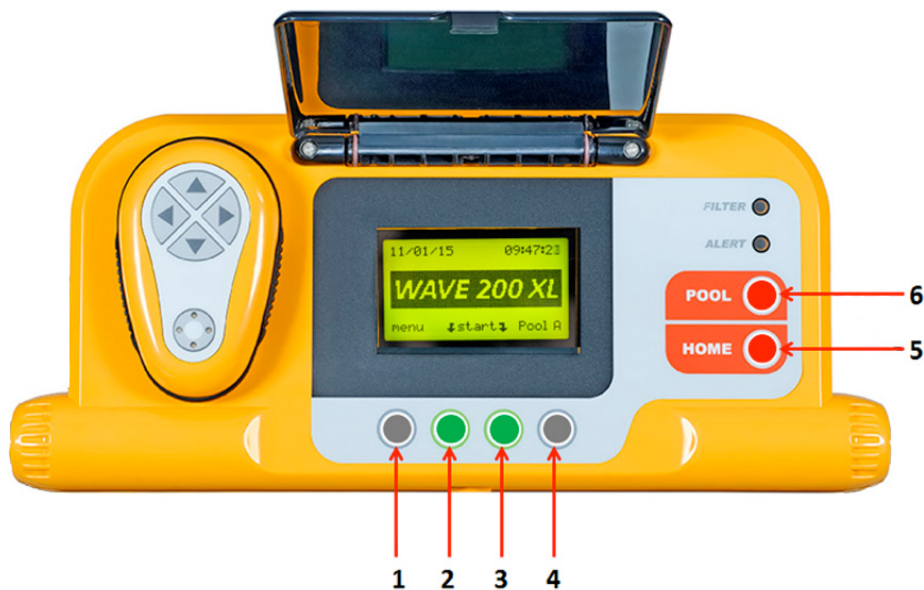

Abbildung 4: MMI Konsole
- In dieser Bedienungsanleitung bedeutet der Begriff **Auf Start** Drücken, gleichzeitig auf die zwei grünen Tasten auf der MMI Konsole (in Abbildung 4 mit 2 und 3 markiert) zu drücken.
- Die MMI Konsole ist mit einem Bildschirmschoner ausgestattet, der nach 5-minütiger Wartezeit erscheint. Drücken Sie auf die Tasten **POOL (SCHWIMMBAD)** und **HOME**, (in Abbildung 4 mit 5 und 6 markiert), um den Bildschirmschoner-Modus zu verlassen.
- Einige der Optionen in den MMI Menüs (Schwimmbadprofil-Einstellung) sind mit einem Code blockiert um zu verhindern, dass die Einstellungen aus Versehen geändert werden. Die Codefolge zum Freischalten dieser Optionen lautet: **3, 2** und **1** (Abbildung 4).
- **Alert (Alarm):** Diese Alarm-Leuchtdiode leuchtet auf, wenn ein Fehler aufgetreten ist, der die Funktion des Roboters beeinträchtigt. In solchen Fällen müssen Sie den Roboter überprüfen, um das Problem zu lokalisieren. Wenn das Problem behoben werden kann, starten Sie den Roboter erneut. Wenn der Fehler erneut auftritt, werden Einzelheiten dieses speziellen Fehlers auf dem MMI Bildschirm angezeigt (Abbildung 4). In diesem Fall müssen Sie sich umgehend an Ihren Maytronics Händler wenden.
2. Warten Sie, bis der Wave 200 XL Bildschirm erscheint. Drücken Sie auf **Start** (drücken Sie gleichzeitig auf die zwei in Abbildung 4 mit **2** und **3** markierten Tasten). Daraufhin beginnt der Reinigungsvorgang.
3. Sie können den Reinigungsvorgang jederzeit durch Drücken auf die graue Taste, markiert mit **4** in Abbildung 4, abbrechen.